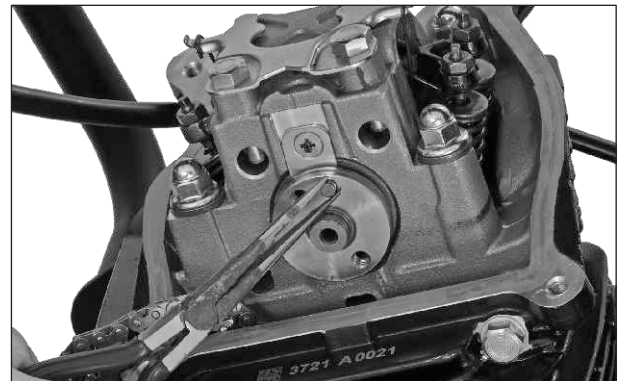

Fig. 3.40
- Retire los 4 tornillos hexagonales (M6x30) junto con las 4 arandelas de la tapa culata. (Fig. 3.40)
- Retire el pin del piñón de distribución. (Fig. 3.40)